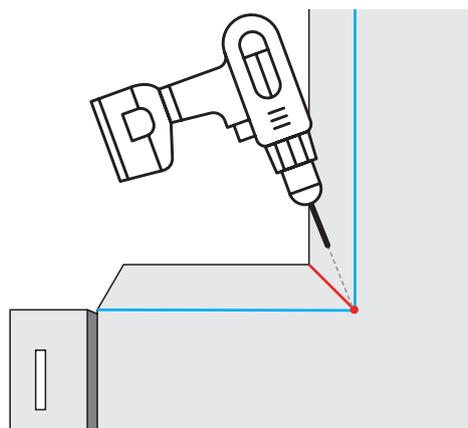

Рисунок 7
- В точке стыка карниза и торца сделайте отверстие сверлом с диаметром 6-8 мм (рис. 7).